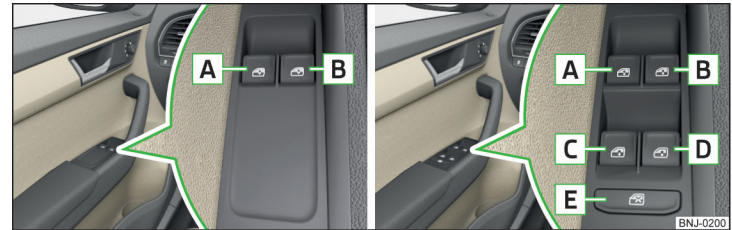

Abb. 43 Tasten der Fensterheber: Variante 1 / Variante 2
Die elektrischen Fensterheber funktionieren nur bei eingeschalteter Zündung. Ausstattungsabhängig können mit den Tasten in der Tür die Fenster vorn - **Variante 1** bzw. die Fenster vorn und hinten - **Variante 2** bedient werden » Abb. 43.
Bei der **Variante 2** » Abb. 43 kann das **Fahrerfenster** durch kurzes Drücken der Taste bis zum Anschlag automatisch vollständig geöffnet werden. Bei erneutem Drücken oder nach dem Ziehen der Taste bleibt das Fenster stehen.
Bei der **Variante 2** » **Abb. 43** kann das **Fahrerfenster** durch Ziehen der Taste bis zum Anschlag automatisch vollständig geschlossen werden. Bei erneutem Ziehen oder nach dem Drücken der Taste bleibt das Fenster stehen.
» Die Taste **[E]** » **Abb. 43** drücken.
■ Werden auf den Rücksitzen Personen, die nicht völlig selbstständig sind, z. B. Kinder, befördert, wird empfohlen, sicherheitshalber die Tasten in den hinteren Türen mit der Taste **[E]** zu deaktivieren » **Abb. 43**.
- Die **Variante 1** der elektrischen Fensterheber » **Abb. 43 auf Seite 59 verfügt über keine** Kraftbegrenzung. Die Fenster sind vorsichtig zu schließen - es besteht Verletzungsgefahr!
- Das **Beifahrerfenster bei der Variante 2** der elektrischen Fensterheber » **Abb. 43 auf Seite 59 verfügt über keine** Kraftbegrenzung. Das Fenster ist vorsichtig zu schließen - es besteht Verletzungsgefahr!